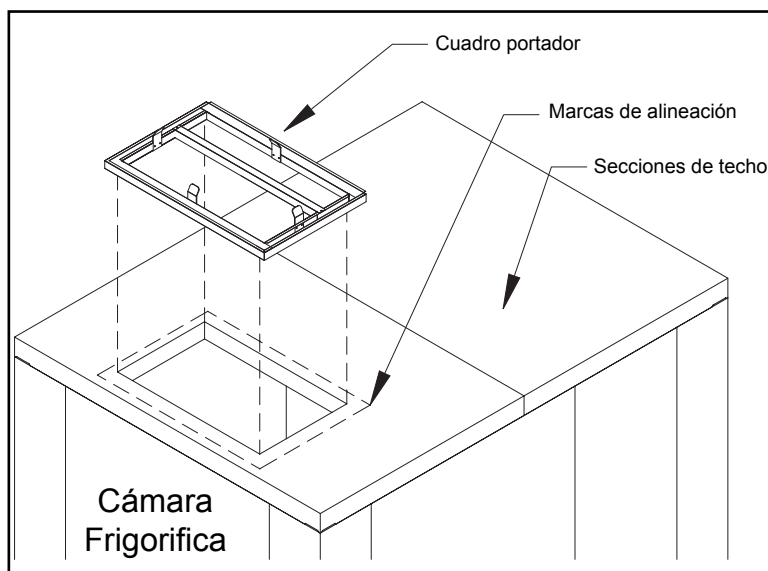

Figura 1
Eleve con cuidado todo el sistema de refrigeración e inserte la manga protectora de la sección del evaporador en la apertura de la pared de acceso. Mientras apoya el sistema, fíjelo en posición girando las cerraduras exactamente de la forma en que lo hizo cuando fijó las secciones de acceso en conjunto. Asegúrese que las cerraduras estén correctamente conectadas e inserte los botones del tapón en los orificios de acceso de la cerradura cuando finalice. Consulte la Figura 1.
Bajo condiciones normales, no se requiere drenaje en la tubería para instalaciones interiores. El vaporizador de gas calientes integrado disipa la humedad condensada automáticamente. En instalaciones exteriores, el condensado debe dirigirse a través de la tubería al drenaje más cercano. Verifique los códigos de construcción locales. Las líneas de drenaje exteriores también deben envolverse con un cable de calentador adecuado si se encuentran expuestas a temperaturas de congelamiento. Las instalaciones exteriores también requieren conectar el protector contra la lluvia que desvía el agua de la lluvia desde la superficie superior de la carcasa del evaporador. Consulte la Figura 1 para ver una ilustración.
2. Quite el papel de la junta y ubique el cuadro portador, el lado de la junta hacia abajo, sobre la línea del marcador. Presione firmemente. Nota: Los movimientos del cuadro portador se hacen muy difíciles después que la junta se adhiere a la sección de techo. Vea la figura 1.